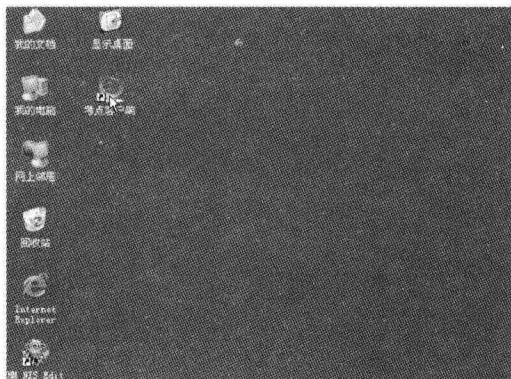

图1-14 启动考试程序
(1) 启动考试程序。点击桌面上的“考点客户端”图标，启动考试程序，如图1-14所示。